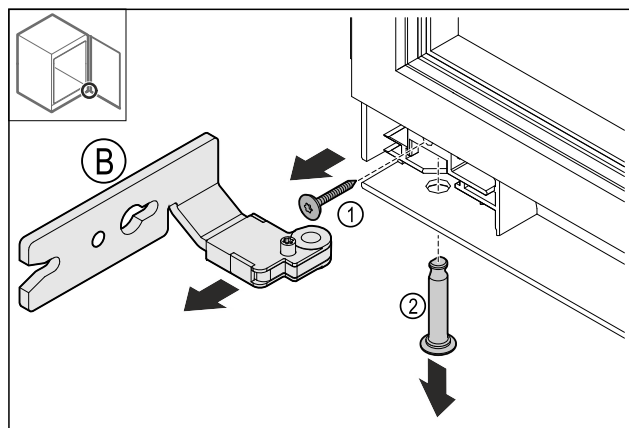

Fig. 16
- Odstranite Fig. 16 (1) vijak.
- Odstranite Fig. 16 (2) sornik.
- Odstranite Fig. 16 (B) tečaj.